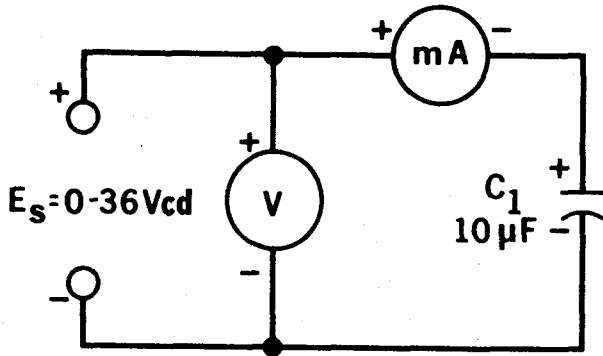

Fig. 35-2
11. Conecte un medidor de cd de 1mA en serie con el capacitor electrolítico de $10\mu\text{F}$ a las terminales de la fuente, de cd variable de 0-36 volts, como se muestra en la Fig. 35-2. Observe la polaridad correcta. Comenzando LENTAMENTE en CERO, aumente la tensión y observe el flujo de corriente al cargarse el capacitor.